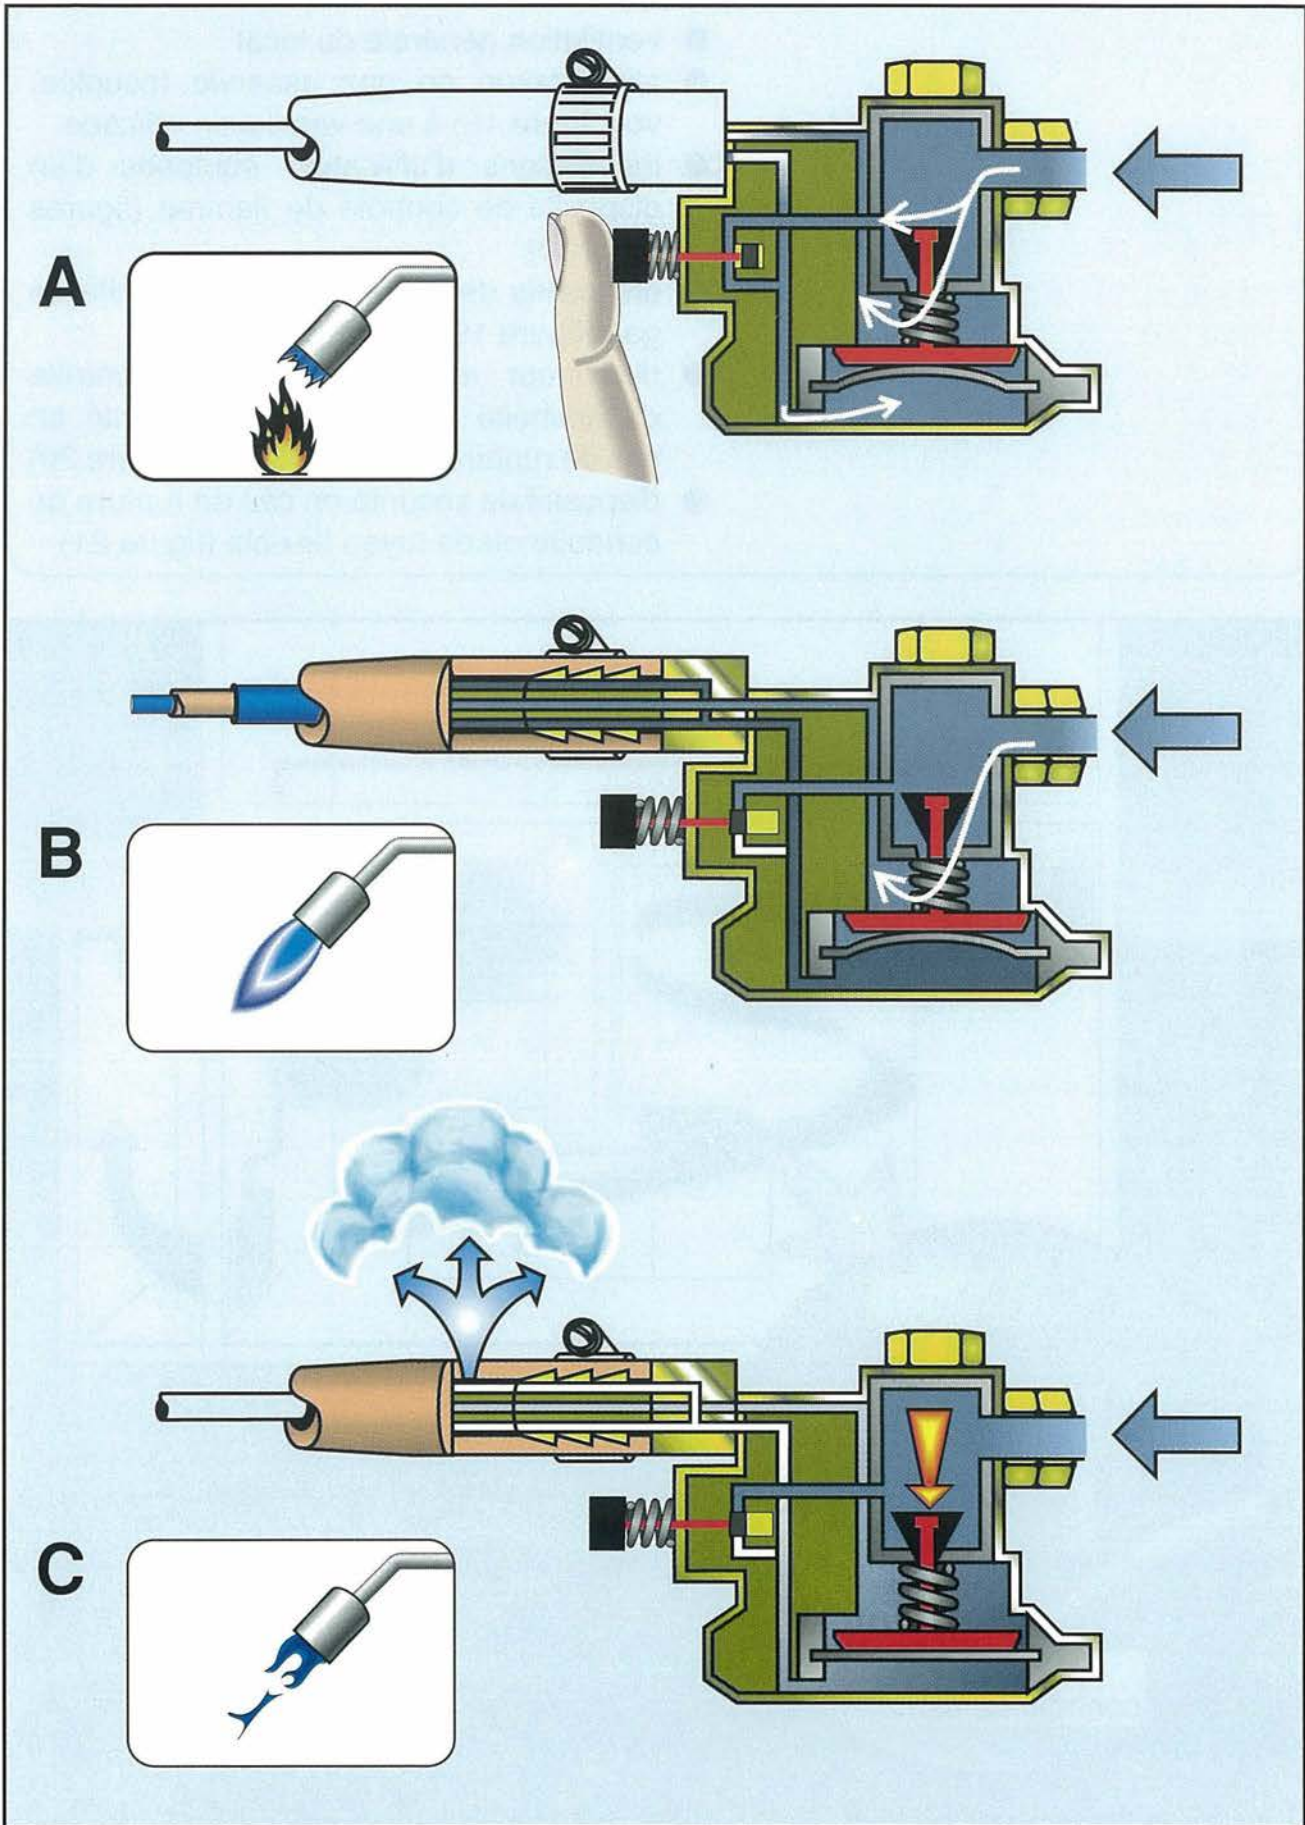

Figure 19: Mode de fonctionnement d'un dispositif de sécurité en cas de fuite
- dispositifs de sécurité en cas de fuite de gaz (figure 19)